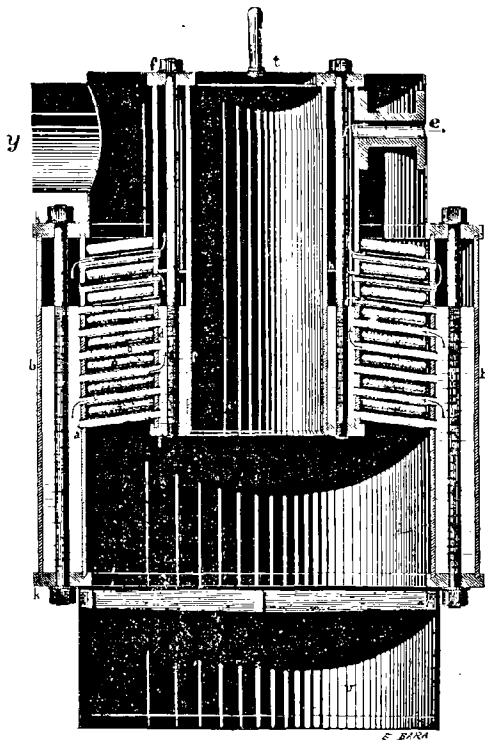

Fig. 1. — Chaudière de Dion et Bouton.
- 1° L'enveloppe, *bb* (fig. 1) ;